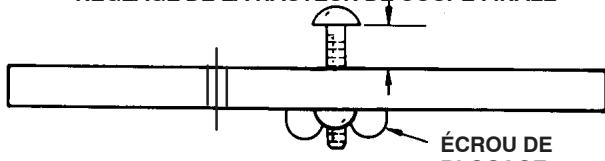
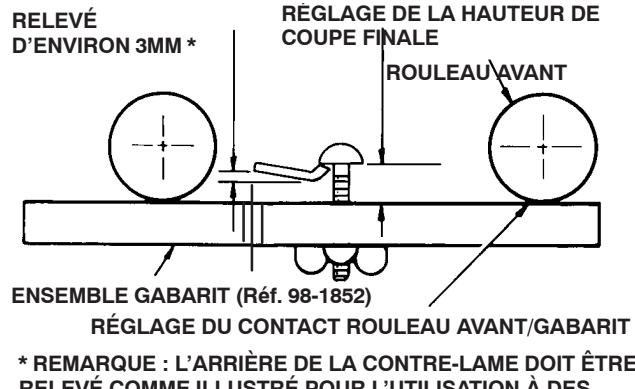

Figure 18
Figure 19
- Desserrez l'écrou de blocage du gabarit et ajustez la première vis pour régler l'écartement entre le dessous de la tête de vis et le gabarit en fonction de la hauteur de coupe recherchée (Fig. 18). Serrez l'écrou de blocage pour fixer le réglage. Accrochez la tête de la vis sur le bord tranchant de la contre-lame et appuyez le gabarit contre le bas du rouleau avant (Fig. 19).
- Desserrez les écrous du rouleau avant et réglez les deux extrémités du rouleau jusqu'à ce qu'il touche le gabarit de chaque côté. Maintenez le gabarit fermement contre le bas des rouleaux, et réglez le rouleau avant de sorte que la tête de vis passe juste par dessus le rebord de la contre-lame (Fig. 19). Serrez les écrous du rouleau avant.